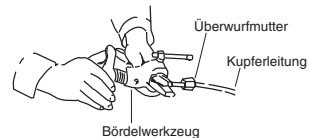

Abb. 7-3
- Das andere Ende der Kupferleitung mit dem Bördelwerkzeug aufweiten.\* (Abb. 7-3)